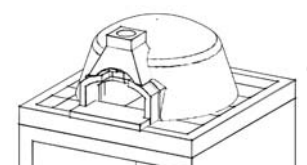

Fig.6
6. Incollare il **raccordo fumi**, quindi coprire tutta la volta del forno con il **materassino isolante** fornito con il kit (Fig.6).